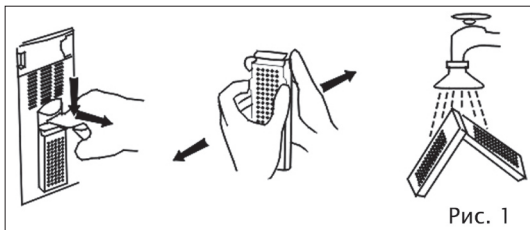

Рис. 1
3. Снимите фильтр и помойте его. (Рис. 1)
4. Повесьте сливной шланг на крепление (10). Отсоедините шланги для подачи воды и сложите их в отсек для стирки.